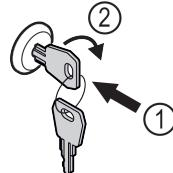

Fig. 170 Beispielhafte Darstellung
- Schlüssel hineindrücken. Fig. 170 (1).
- Schlüssel um 90° gegen den Uhrzeigersinn drehen. Fig. 170 (2).
- Schlüssel hineindrücken Fig. 170 (1).
- Schlüssel um 90° im Uhrzeigersinn drehen Fig. 170 (2).